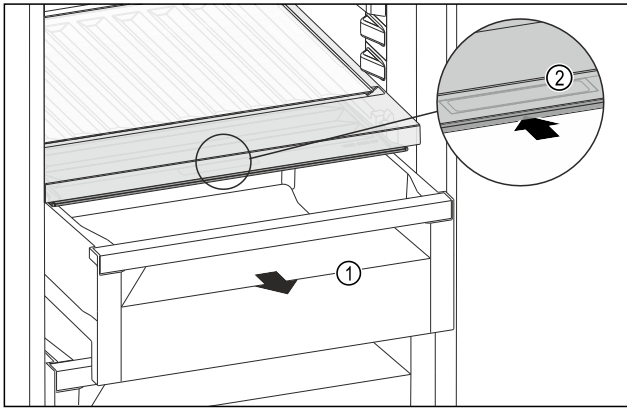

Fig. 156
- ▶ Витягніть висувний ящик Fig. 156 (1).
- ▶ Візьміться за потайну ручку Fig. 156 (2) на кришці відділення й одночасно посуньте кришку відділення назад.